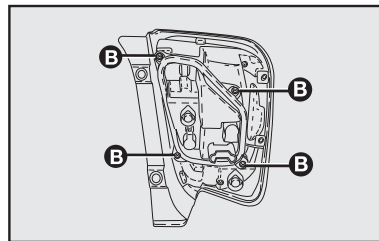

fig. 26
- extrair o porta-lâmpada da respectiva sede soltando os parafusos **B-fig. 26** (utilizar chave TORX T20 - não fornecida);